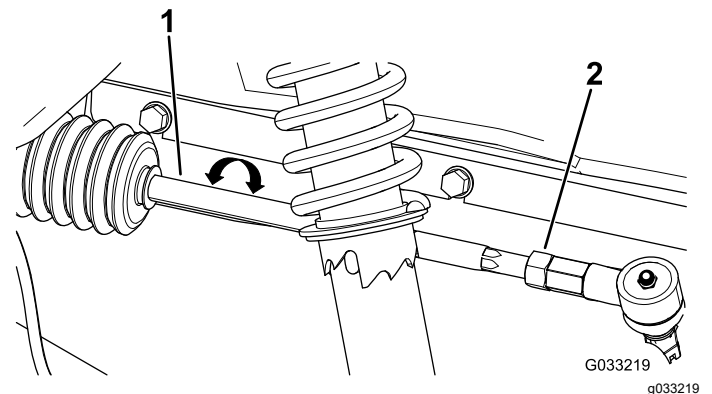

图 54
2. 如果测量值超出 06mm 应松开横拉杆外端的锁紧螺母 图 54。